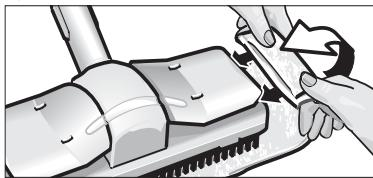

Fig. 11: Așezarea cărpe de șters
• Fixați cărpa de șters (H3) pe duza de curățare a podelelor (H1). Pentru aceasta, împărtiți cărpa de șters pe oată lungimea și aşezăți pe ea duza de curățare a podelelor. După aceea, trageți pe rând colțurile cărpe de șters, care ieșin afară, și prindeți-le sub clemele de fixare (H2) (vezi fig.11).